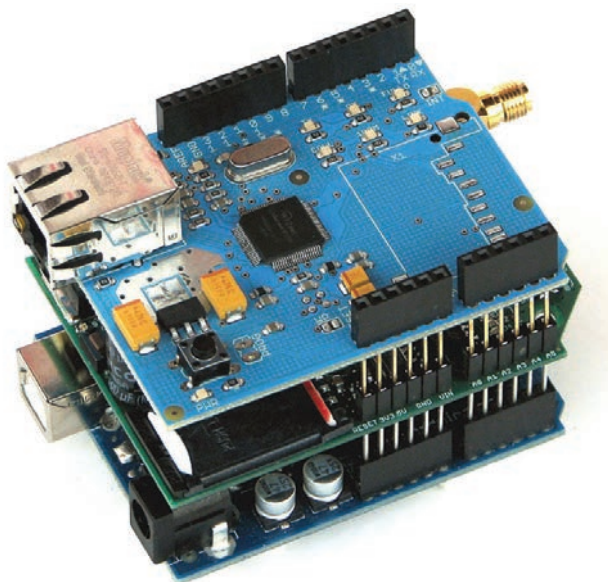

Figura 1.1-2. Arduino montando varias placas de expansión
- Placas de expansión: Estas placas se acoplan a las placas de control para incorporar nuevas especificaciones. Por ejemplo, podremos tener placas que permitan una conexión wifi, placas para el control de motores, etc. (véase la Figura 1.1-2).